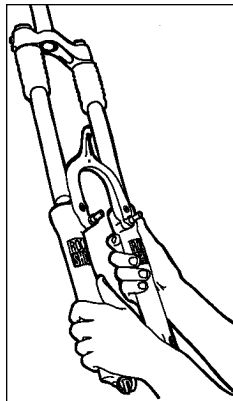

Fig. 6
3. Sfilare il gruppo tubo inferiore monoblocco (vedi Fig. 6).